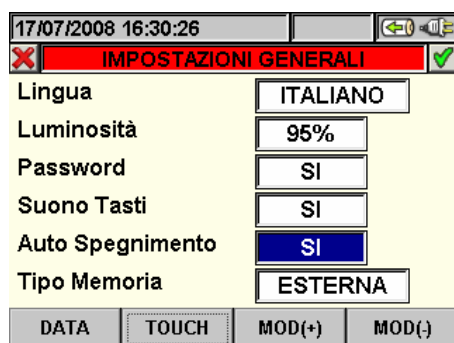

Fig. 15: Videata Impostazione Autospegnimento
1. Posizionare il cursore con i tasti freccia alto o basso sul campo corrispondente alla voce "Auto Spegnimento" evidenziandolo su sfondo blu, come mostrato in Fig. 15: